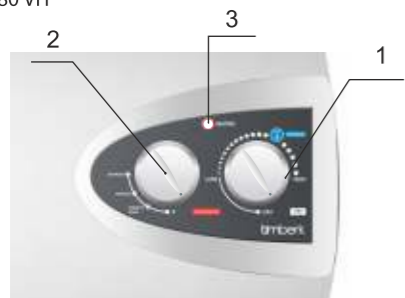

Рис. 8
Для прибора серии (рис. 8) с помощью ручки переключателя (2) выберите желаемую мощность нагрева, установите ручкой терморегулятора (1) желаемую температуру нагрева воды, должна загореться индикаторная лампочка «HEATING»(3). Когда вода нагреется до установленной температуры, индикаторная лампочка «HEATING» погаснет, когда температура воды понизится подогрев включится автоматически, при этом загорится индикаторная лампочка «HEATING», и восстановит нужную температуру воды.